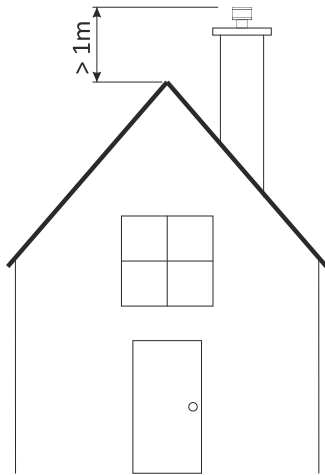

Figura 8
- Ao instalar a saída de gases sobre uma chaminé de obra, recomenda-se empregar tubagem metálica através desta, para evitar fissuras, rugosidades, variações de secção, etc. Numa chaminé já existente, esta deverá ser completamente limpa antes de realizar a instalação. O tubo deve ultrapassar a altura da chaminé de obra e sobressair uns centímetros na parte superior. No topo da chaminé, deve ser colocada uma placa de estanqueidade e um cobre-águas, como é mostrado na *figura 8*. Em alguns casos, a geometria da chaminé de obra existente, impossibilita a utilização de tubagem rígida, nestes casos excepcionais a normativa permite a utilização de canais flexíveis, que são de superfície lisa para evitar as perdas de pressão por roçamento e evitando mudar de direcção em ângulos superiores a 45°.